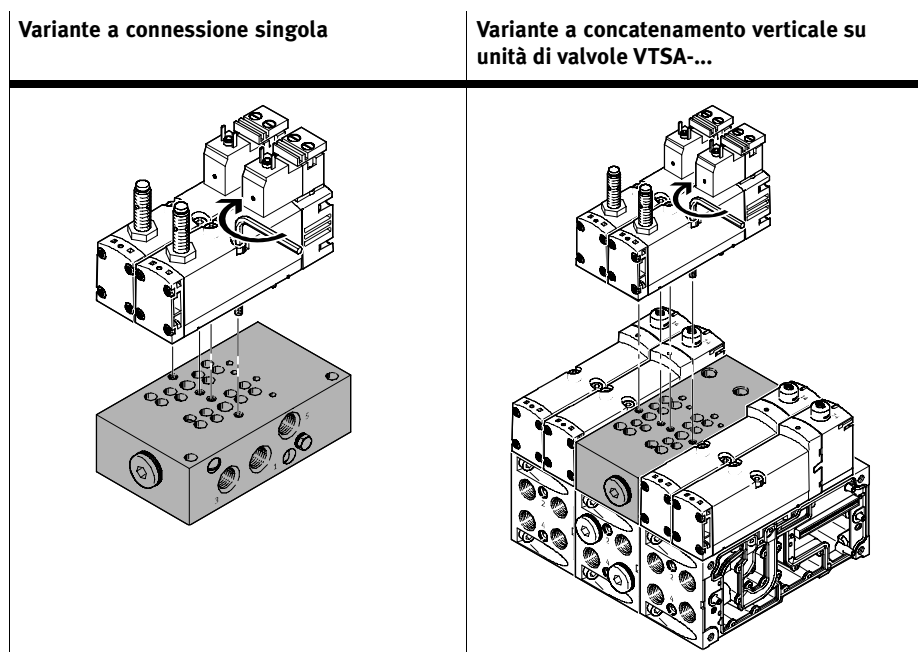

Fig. 14: Fissaggio delle elettrovalvole sull'unità di comando
5. Sistemare l'elettrovalvola sull'unità di comando (vedi Fig. 14) e stringere le viti di fissaggio con una brugola (apertura chiave 3). Osservare la coppia di serraggio ammissibile $2 \text{ Nm} \pm 10 \%$.